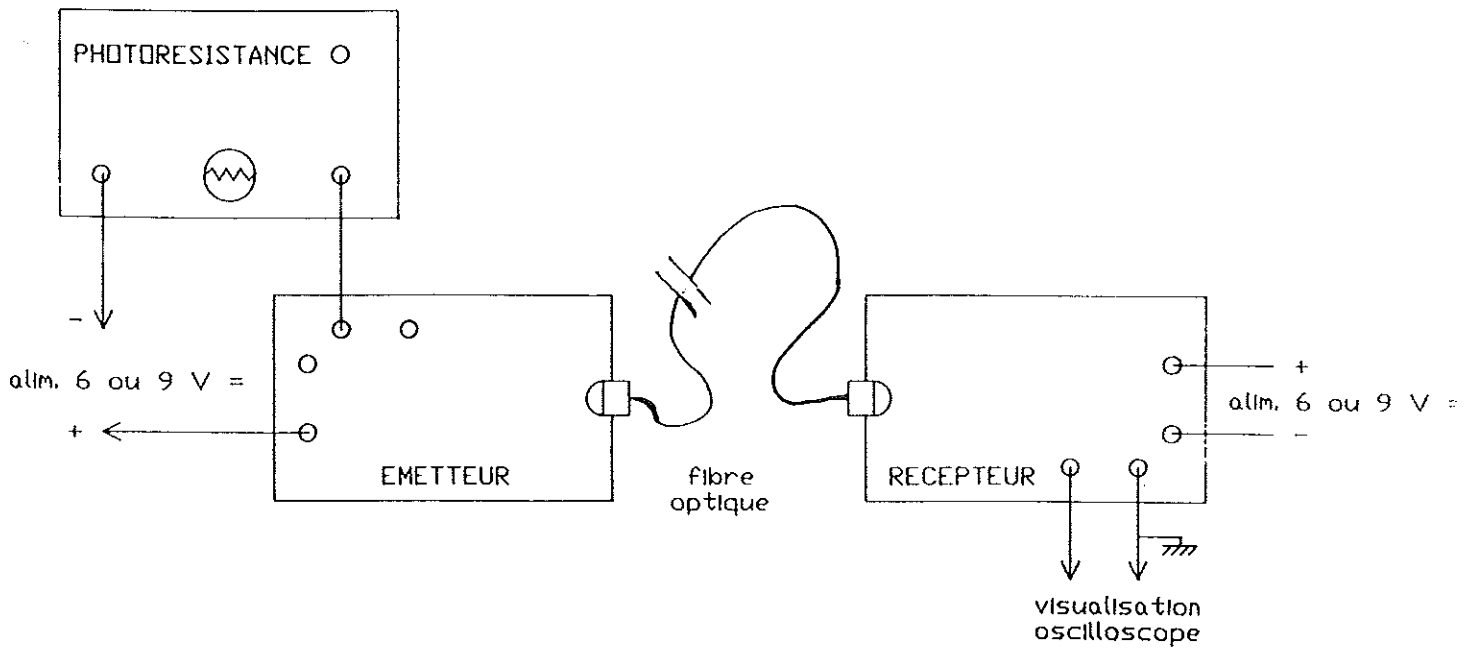

figure 16 : montage pour déterminer la période de phénomènes mécaniques vibratoires basse fréquence.
- alimenter en continu émetteur et récepteur, la photorésistance étant introduite dans le circuit d'alimentation de l'émetteur (figure 16) entre les bornes noires de l'alimentation et de l'émetteur.